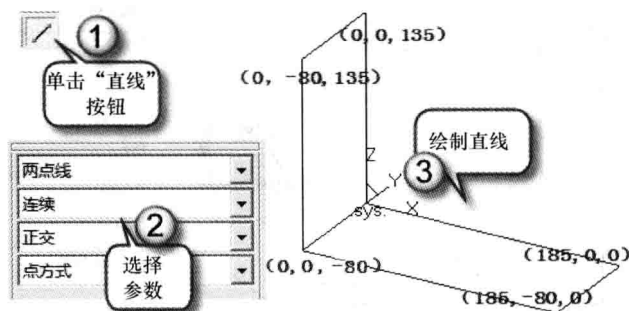

图 1-23 绘制两个矩形
① 按 F5 键。单击“直线”按钮 ，选择“两点线”中的“连续”、“正交”、“点方式”绘制直线。② 拾取坐标原点作为直线的第一点，输入“185, 0, 0”后，按回车键；输入“185, -80, 0”后，按回车键，输入“0, -80, 0”后，按回车键，拾取原点，按回车键。绘制一个矩形。③ 输入“0, 0, 135”后，按回车键，输入“0, -80, 135”后，按回车键，按 F6 键后，拾取点“0, -80, 0”后，按回车键，绘制第二个矩形，绘制结果如图 1-23 所示。